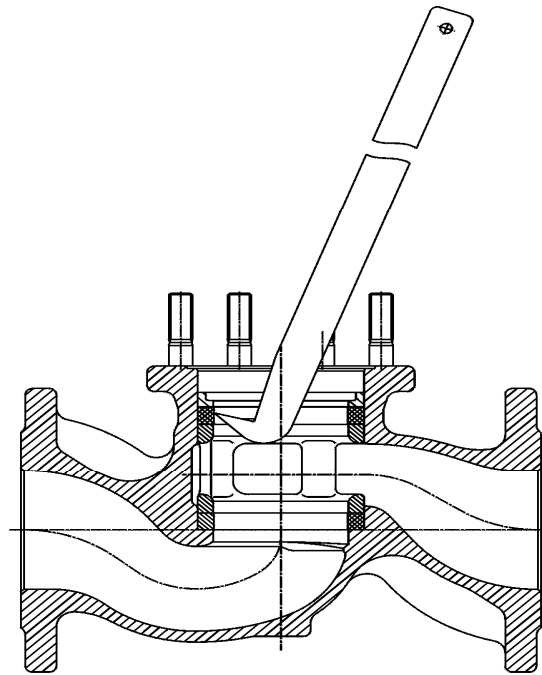

Bild 2
- *) Druckstück (Pos.18) und oberen Ventilring KX-GT mittels Ringziehhaken entfernen (siehe Bild 2)